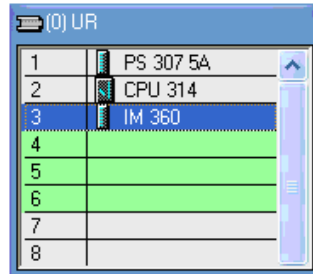

图 1-5 向主机架添加 IM360
- 如果需要扩展机架，则应该在 IM-300 目录下找到相应的接口模板，添加到 3 号槽，如图 1-5。如无扩展机架，3 号槽留空。